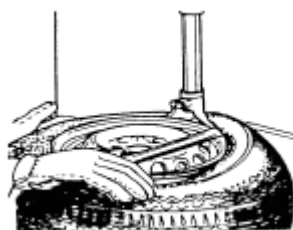

рис.6
6) Вставьте монтажную лопатку между закраиной покрышки и носиком монтажной головки (рис.6).